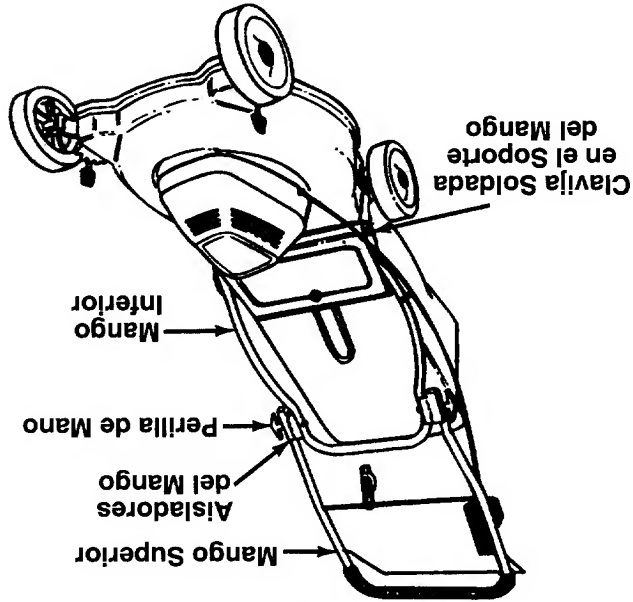

FIGURA 1.
- Tire hacia arriba y atrás el mango inferior. Pivote el mango superior hacia arriba para levantarlo a la posición de operación. Vea la figura 1.